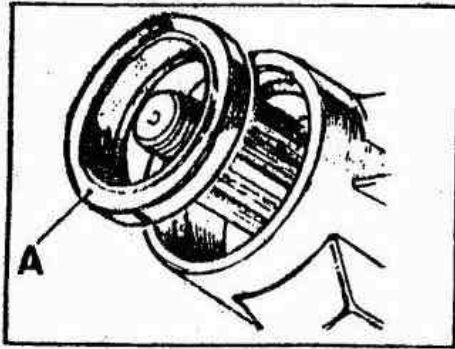

Fig. E-86 Montaje del retén de aceite
- 3.4.6. Montar el retén de aceite, con el labio de obturación hacia el interior. Si el retén es de cuero se mantendrá sumergido en aceite SAE-90 EP durante cuatro horas, antes de montarlo, aplicándole una capa de - grasa MOLYKOTE BR2 en el labio de obturación, cuando se vaya a montar. Si el retén es de caucho, se le aplicará aceite SAE 90 EP en el labio de obturación al montarlo. Si el retén dispone de armazón metálico, se le aplicará una capa de compuesto sellador HERMETICAL 600 en - su parte exterior, con el fin de evitar posibles fugas de aceite entre el retén y el cárter (Fig. E-86).